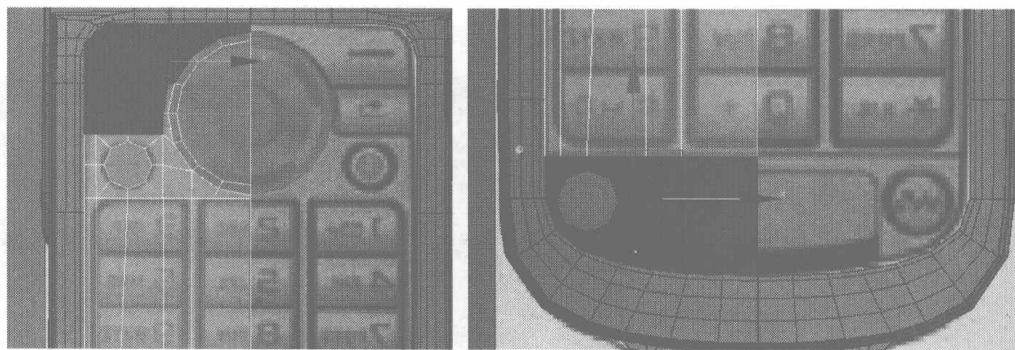

图 4.529
- 19** 切换为面编辑，分别选择如图 4.529 所示的面，在 Edit Geometry 卷展栏中单击 **Detach** 按钮，在弹出的对话框中依照默认值进行设置，单击 OK 按钮，将该面单独分离出来。